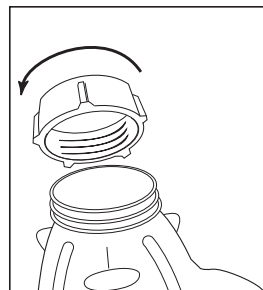

FIGURA 4
5. Junte hasta traber el disco de fondo roscado con el aro. Coloque el aro sobre la cuchilla y el vaso. (*Nota: Si hay ranuras en la parte superior del aro, alinéelas con las muescas del vaso.*) Coloque el aro sobre el vaso y gire el disco con fondo roscado en sentido horario para apretar. (*Figura 4*)